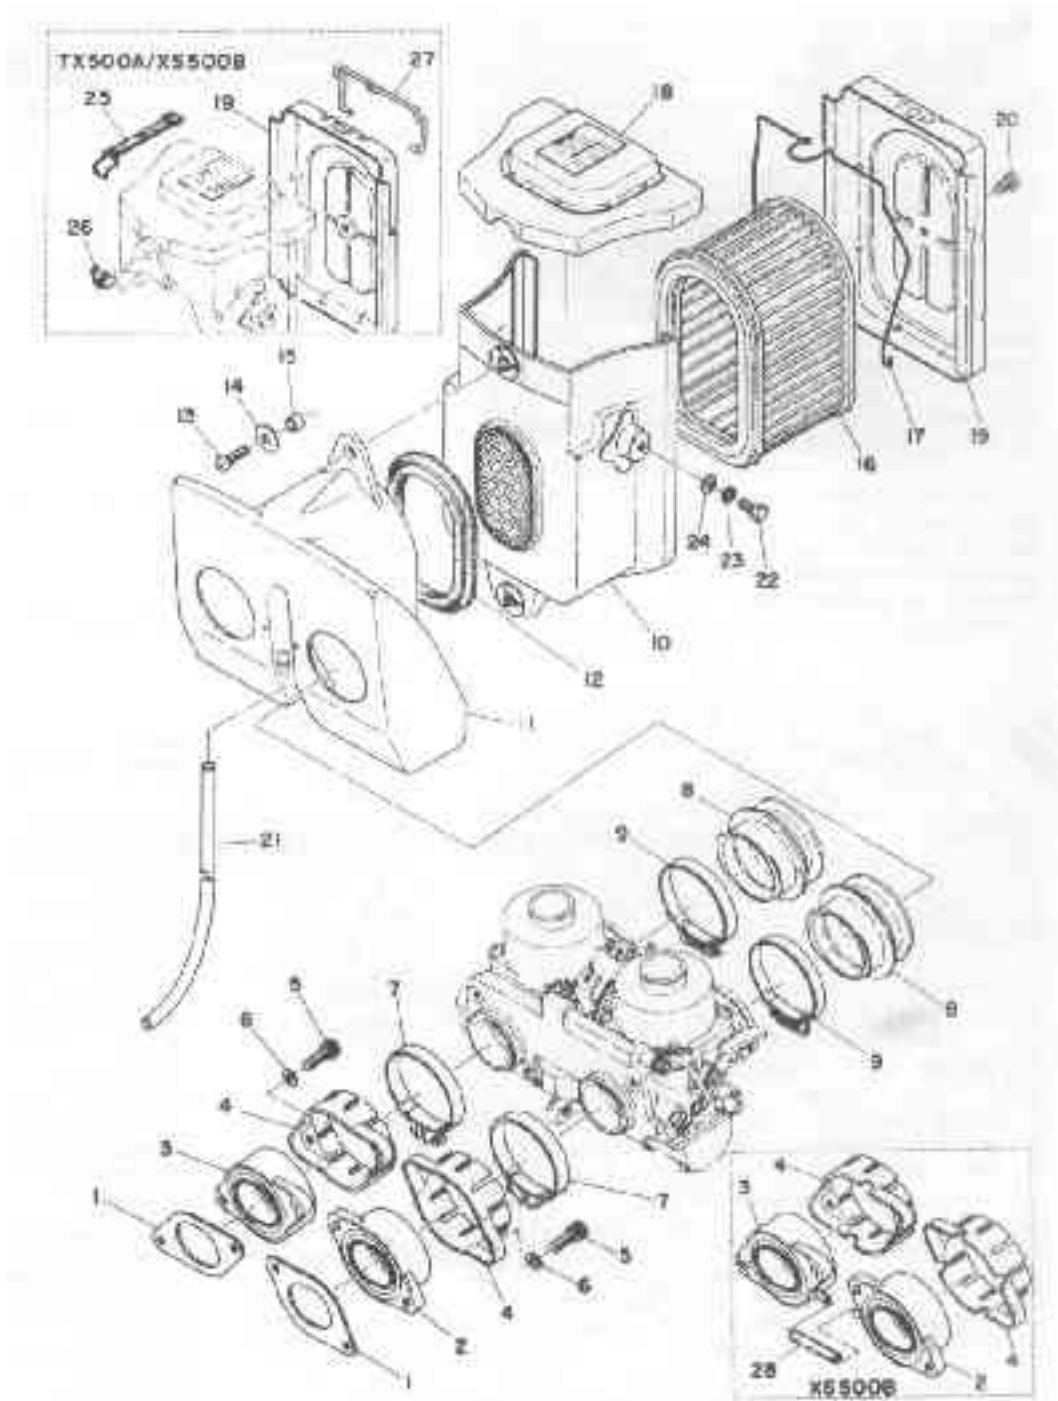

Bild 260 Luftfilter und Vergaserflansch
- Wie schon erwähnt, hat der Luftfilter die Form eines Blechkastens, der unmittelbar vor der Batterie eingebaut ist. Zugang zu beiden hat man, wenn die Sitzbank hochgeklappt ist. Nach Entfernen der zwei Flügelmuttern lässt sich der Deckel abnehmen. Darunter befindet sich der Luftfiltereinsatz (Bauteile siehe Bild 260). Der Einsatz wird von einer flachen Feder oder bei früheren Modellen von einem Drahtbügel gehalten. Halter entfernen und Filtereinsatz herausnehmen.